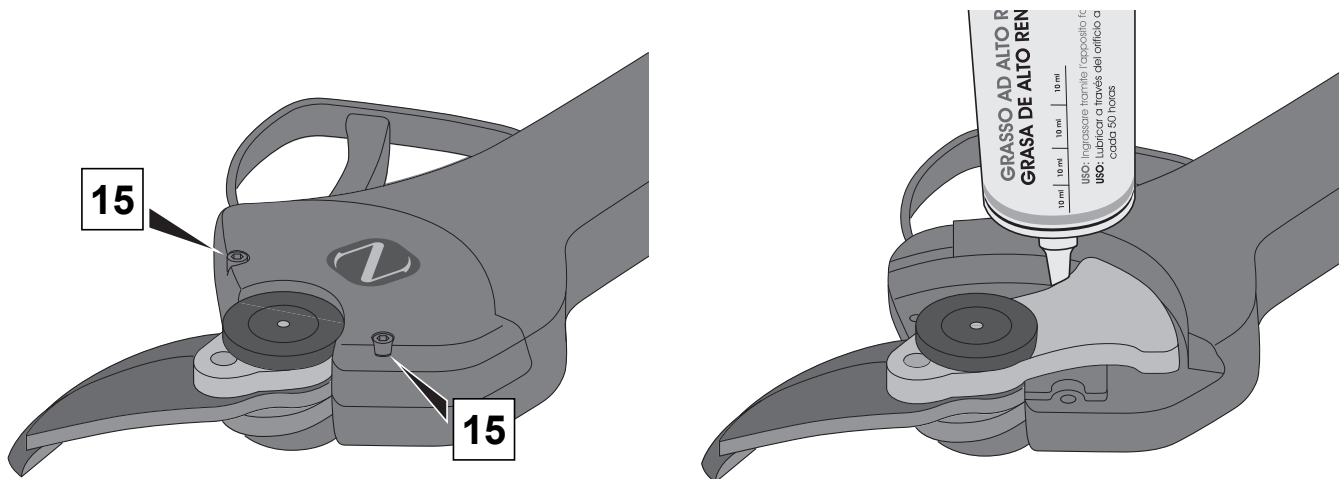

Fig. 9
Ogni 50 ore di lavoro lubrificare gli ingranaggi della lama (vedi **fig. 9**) seguendo quanto riportato:
- Lubrificare il punto indicato in **fig. 9** con una piccola quantità di grasso (tipo RETINAX HD2).